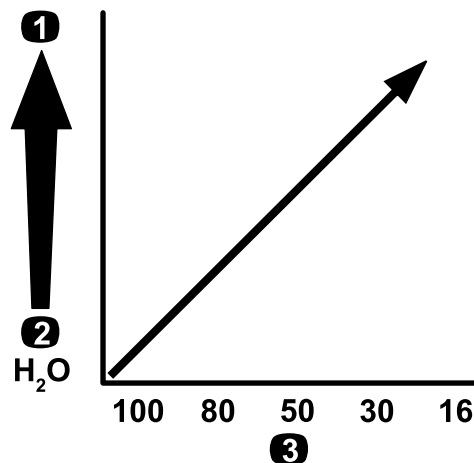

Figura 26
**Importante:** Cuando se fumiga con productos químicos o soluciones con polvo humedecible de mayor viscosidad (más espesos), puede ser necesario utilizar una malla más abierta en el filtro de presión opcional; consulte Figura 26.